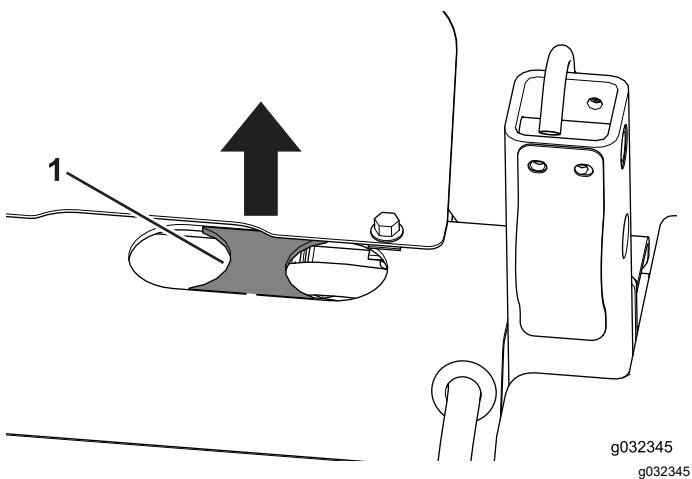

Bild 15
2. Entfernen Sie die Ausstanzung (falls vorhanden) zwischen den zwei Löchern (Bild 15).